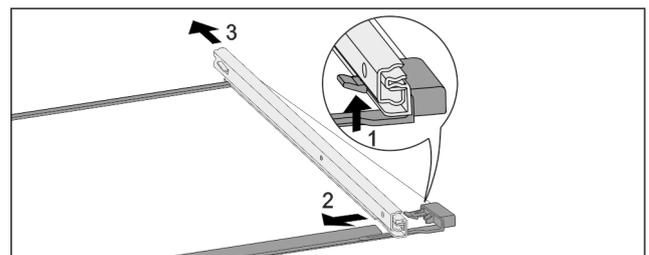

Fig. 178 Glasplatte mit Schienen
- ▶ Vorderen Rasthaken nach oben drücken. *Fig. 178 (1)*
- ▶ Auszugsschiene zur Seite *Fig. 178 (2)* und nach hinten *Fig. 178 (3)* wegschieben.